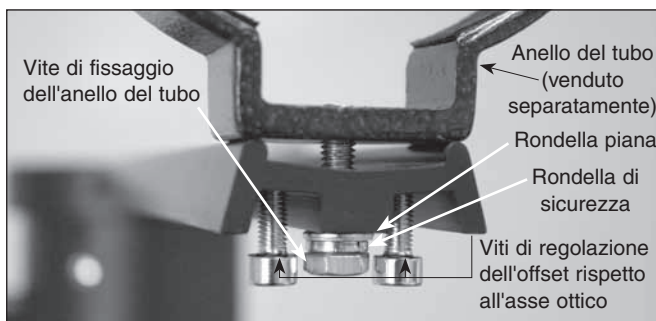

Figura 5. Piastra di montaggio dell'anello del tubo, o barra di montaggio a coda di rondine, mostrata con anello del tubo (venduto separatamente) collegato.
1. Se si utilizza la barra di montaggio a coda di rondine inclusa, fissare gli anelli del tubo alla barra con le viti fornite insieme agli anelli del tubo. Le viti devono passare attraverso i fori centrali alle estremità della barra di montaggio e negli anelli del tubo. Notare che il lato della barra di montaggio con la scanalatura centrale deve essere rivolto verso l'alto (**Figura 5**). Utilizzare una piccola chiave per fissare gli anelli del tubo alla barra di montaggio.
Nota: la barra di montaggio dell'anello del tubo ha quattro viti di regolazione dell'offset rispetto all'asse ottico posizionate a ciascun angolo della piastra di montaggio. Le viti devono essere orientate in modo che la barra filettata si estenda verso l'alto attraverso la parte superiore della barra di montaggio dell'anello del tubo. Se la barra di montaggio arriva con le viti di regolazione dell'offset rispetto all'asse ottico installate al contrario, invertirne l'orientamento come mostrato in **Figura 5** prima di procedere. Accertarsi che tutte le quattro viti di regolazione siano sufficientemente svitate in modo che le estremità dei segmenti filettati siano a filo con la parte superiore della barra di montaggio.
3. Allentare la leva di blocco della declinazione e ruotare il tubo ottico del telescopio finché non è parallelo all'asse di ascensione retta come in **Figura 5**.